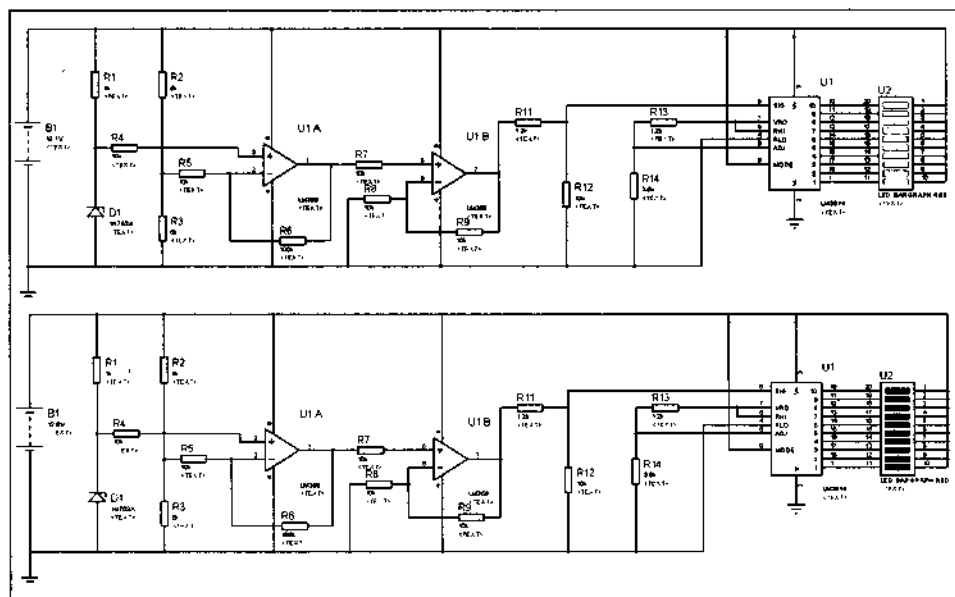

Рис. 18.13. Изменение напряжения аккумулятора от 12,1 до 12,8 вольт
**Первый вопрос** — шкала прибора. Вот результат изменения напряжения аккумулятора (рис. 18.13).